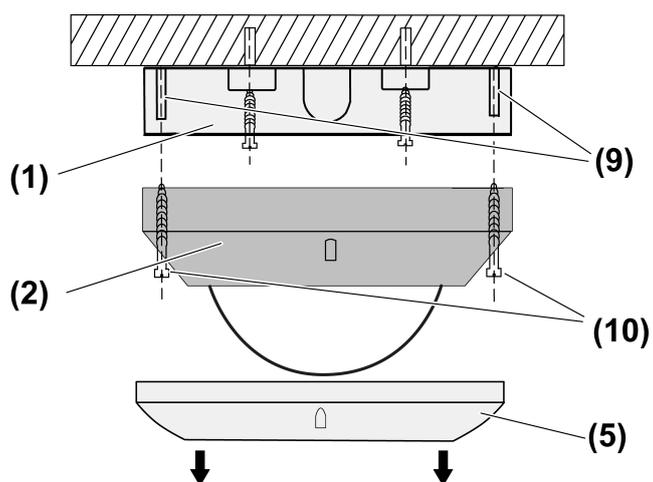
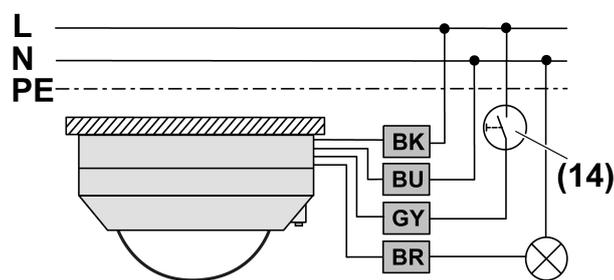
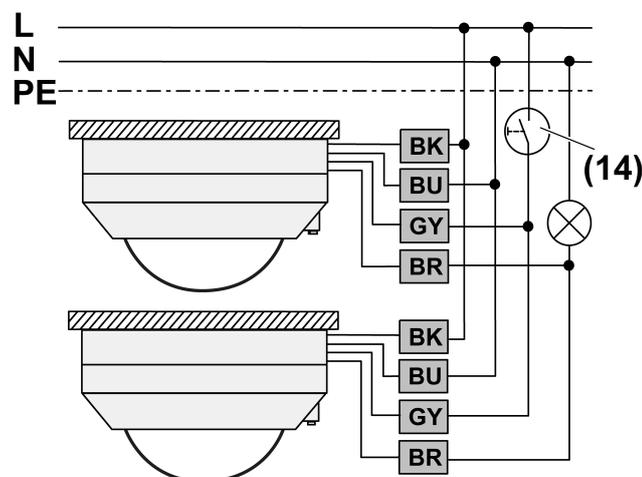

Figura 7: Montaje
Figura 9: Esquema de conexión aparato individual
Figura 10: Esquema de conexión en paralelo para ampliar el campo de detección
- (1) Caja de conexiones
- (2) Módulo detector
- (5) Anillo embellecedor
- (9) Clavijas de fijación
- (10) Tornillos
- Retirar anillo embellecedor (5) (véase figura 7).
- Soltar los tornillos (10) (véase figura 7).
- Conectar el módulo detector según el esquema de conexiones (véase figura 9) o las carcacas del sensor en paralelo conforme al esquema de conexiones (véase figura 10).
- Conectar pulsador (14) opcionalmente (véase figura 9) o (véase figura 10). Solo será necesario cuando se desee un manejo manual.
- i** En aparatos individuales se puede utilizar de forma alternativa al pulsador (14) una estación auxiliar de 2 hilos.
- Atornillar el módulo detector (2) con tornillos (10) y clavijas de fijación (9) en la caja de conexiones (1) (véase figura 7).